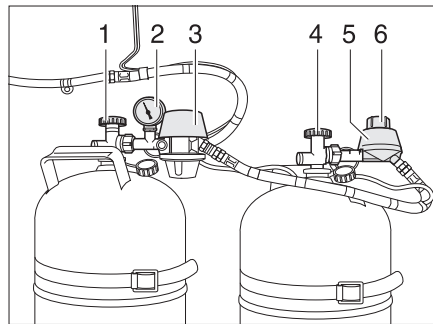
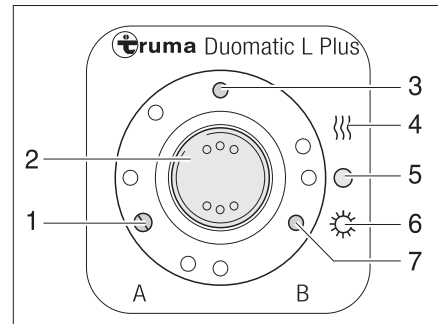

Fig. 82 Dispositif de commutation Duomatic
Fig. 83 Unité de commande
Le dispositif de commutation Duomatic consiste en un régulateur central (Fig. 82,3) et un régulateur de commutation (Fig. 82,5). Un bouton rotatif (Fig. 82,6) situé sur le régulateur de commutation permet de définir laquelle des bouteilles de gaz est celle de service et laquelle est celle de réserve.
Le manomètre (Fig. 82,2) du régulateur central affiche la pression dans la bouteille de gaz et non pas le niveau de remplissage de la bouteille. Le manomètre permet de contrôler l'étanchéité de la bouteille de gaz.
Seules les fonctions électriques peuvent être activées sur l'unité de commande (Fig. 83). Les robinets principaux des bouteilles de gaz (Fig. 82,1 et 4) doivent être ouverts manuellement.
- Ouvrir les robinets principaux des bouteilles de gaz (Fig. 82,1 et 4).
- Choisir la bouteille de gaz avec le bouton rotatif (Fig. 82,6) situé sur le régulateur de commutation (Fig. 82,5) à partir de laquelle le gaz sera utilisé principalement (bouteille de service).
Lorsque le bouton rotatif se situe dans le domaine rouge, le gaz est prélevé prioritairement à partir de la bouteille de gaz équipée du régulateur central (Fig. 82,3).
Lorsque le bouton rotatif se situe dans le domaine vert, le gaz est prélevé prioritairement à partir de la bouteille de gaz équipée du régulateur de commutation (Fig. 82,5).
- Mettre en marche le dispositif de commutation Duomatic sur l'unité de commande (Fig. 83).
Pour ce faire, régler le commutateur à bascule (Fig. 83,2) sur régime hiver "Marche et chauffage" (Fig. 83,4) ou bien sur régime été "Marche" (Fig. 83,6). Les deux régulateurs de pression du gaz sont maintenant désaérés. Le voyant de contrôle (Fig. 83,3) s'allume.
- Mettre le commutateur à bascule (Fig. 83,2) sur "O" (Fig. 83,5). Le voyant de contrôle (Fig. 83,3) s'éteint.
- Fermer les robinets principaux des bouteilles de gaz (Fig. 82,1 et 4).
Les voyants de contrôle de l'unité de commande (Fig. 83) signalisent à l'intérieur du véhicule si les bouteilles de gaz sont en état de marche.
- Voyant de contrôle "A" (Fig. 83,1) : Bouteille de gaz raccordée au régulateur central
- Voyant de contrôle "B" (Fig. 83,7) : Bouteille de gaz raccordée au régulateur de commutation